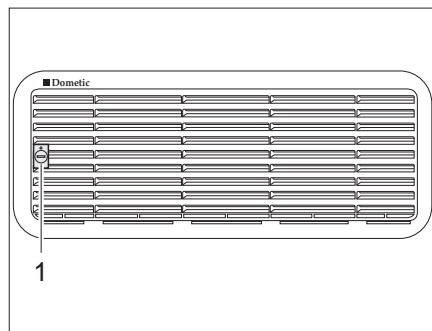
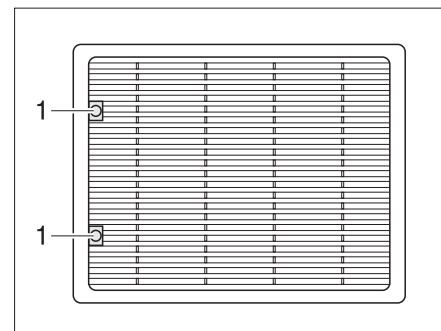

Fig. 230 Grille d'aération du réfrigérateur (Dometic petit)
Fig. 231 Grille d'aération du réfrigérateur (Dometic grand)
- Tourner la vis (Fig. 230,1 ou Fig. 231,1) d'un quart de tour à l'aide d'une pièce de monnaie.